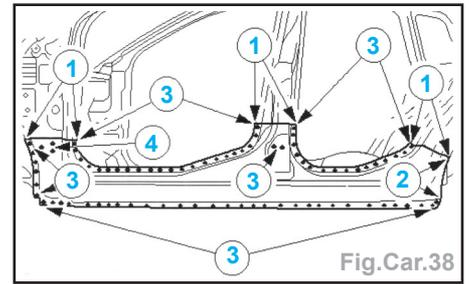

Fig.Car.38
- Souder en cordon continu sous gaz (1), appliquer de la colle (2) immédiatement avant la pose de la pièce neuve, souder par points (3) et par bouchonnage (4) (Fig.Car.38).